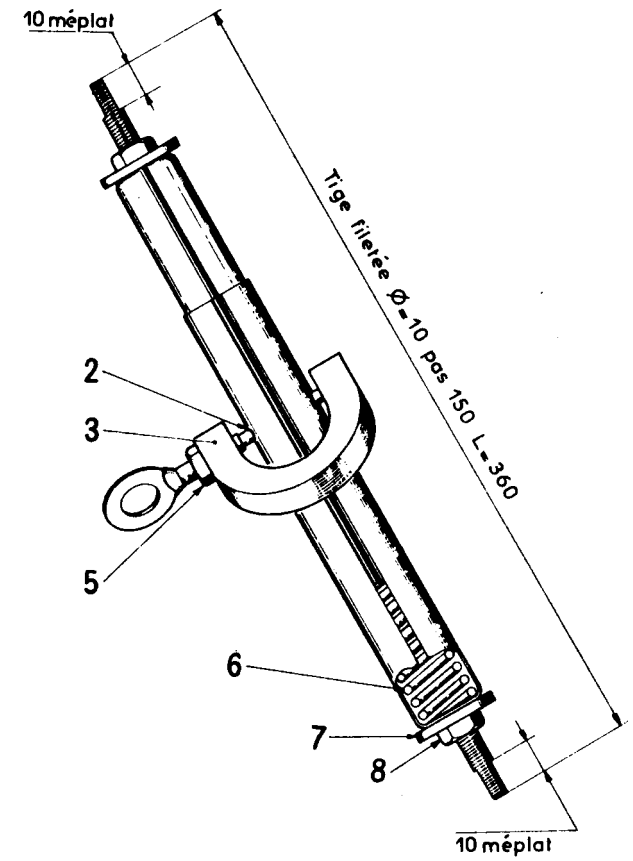

Fig. 22
- 3) Introduire aussitôt une tige filetée (Fig. 22) dans le compensateur et la positionner de manière à ce qu'elle dépasse de la même longueur à chaque extrémité. **Ne pas frapper sur la tige.** Monter les rondelles plates (7) et les écrous (8), approcher les écrous à la main, jusqu'à buter contre les deux tubes.